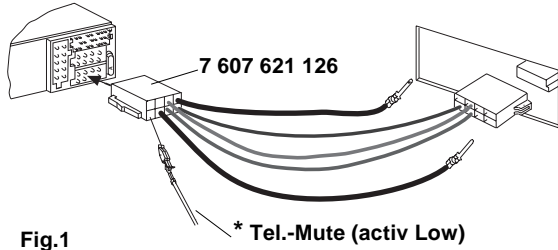

Fig.1
Om onjuiste elektrische aansluiting te voorkomen bij ISO-stekkers aan de zijde van de auto dient u de **universele ISO-adapterkabel (best.nr. 7 607 621 126)** te gebruiken (zie fig.1).
De met deze TravelPilot meegeleverde houder maakt de inbouw mogelijk in auto's met een DIN-autoradio-opening van 182x53x165 mm en een dikte van het dashboard binnen het bereik van de bevestigingslippen van 1-20 mm, (zie fig. 1). Voor de montage dient u de houder in de opening te
- Aansluiting voeding op ISO-normstekker aan de zijde van de auto ..... fig.1/2